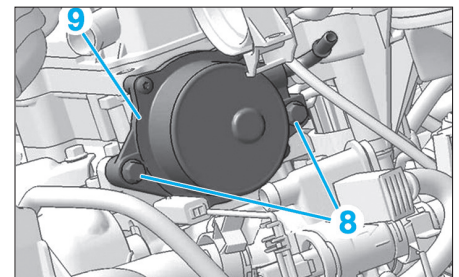

Fig. 25b
- les 2 vis (6) du débitmètre air,
- la conduit d'admission d'air (7) du turbocompresseur.
- Déposer les 2 vis (8) et la pompe à vide (9) (Fig.25b).